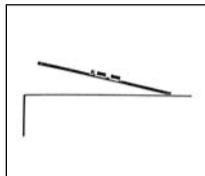

Fig. 6: microfone fixado numa placa de vidro plexi
- fixar o microfone numa placa de vidro plexi no tamanho de ca. 1 x 1 m e direcionar a placa de vidro plexi para a fonte sonora desejada (veja fig. 6), ou